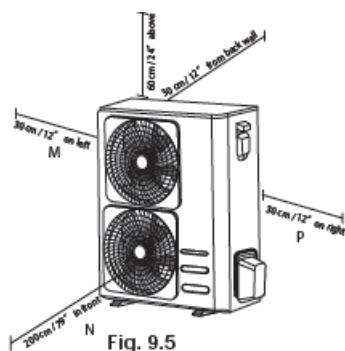

Fig. 9.5
**Notera:** Minsta avstånd mellan utomhusenheten och väggarna som beskrivs i installationsguiden gäller inte i lufttäta rum. Se till att hålla aggregatet ohindrat i minst två av de tre riktningarna (M, N, P) (se bild 9.5).